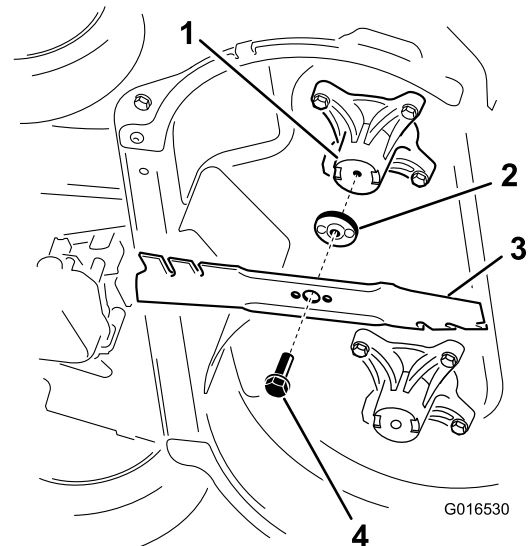

Figura 37
2. Retire cada cuchilla, como se muestra en la Figura 37.
1. Instale la primera cuchilla en posición horizontal, junto con todos los herrajes de montaje, como se muestra en la Figura 37.